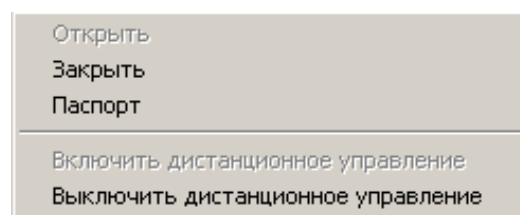

Рис. 6 – Меню управления задвижкой
3.3.2.3 Для управления задвижкой необходимо «мышью» щелкнуть на ее изображении. При этом появляется меню (Рис. 6).